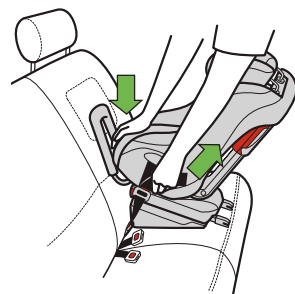

Figura 23
- Presione el centro del asiento de seguridad para oprimir el cojín y soltar el extremo del cinturón LATCH para la posición viendo hacia atrás a fin de apretarlo, como se ilustra en la **figura 23**.